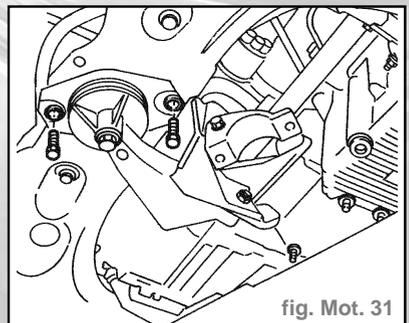

fig. Mot. 31
- Déposer le palier central du groupe motopropulseur en dévissant les vis qui le fixent à la coque (fig. Mot. 31).